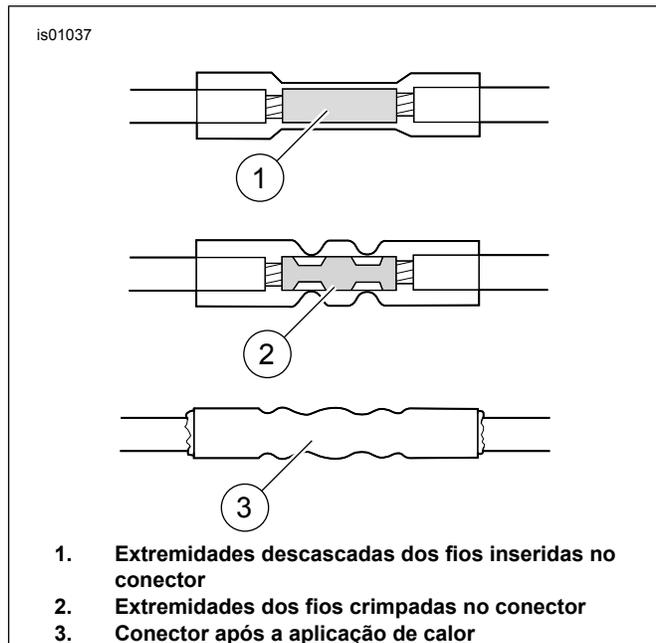

Figura 8. Conexões de luva de emenda seladas
- e. Veja Figura 8 . Nas extremidades cortadas, insira a um fio laranja/branco em uma extremidade do conector de emenda. Na outra extremidade do conector de emenda, insira outro fio laranja/branco, com o fio vermelho do chicote de fios adaptador.
- Veja Figura 8 . Insira o fio laranja/branco do passo 4b em uma extremidade do conector de emenda selada. Insira o fio vermelho do chicote de fios do adaptador na outra extremidade do conector de emenda selada.